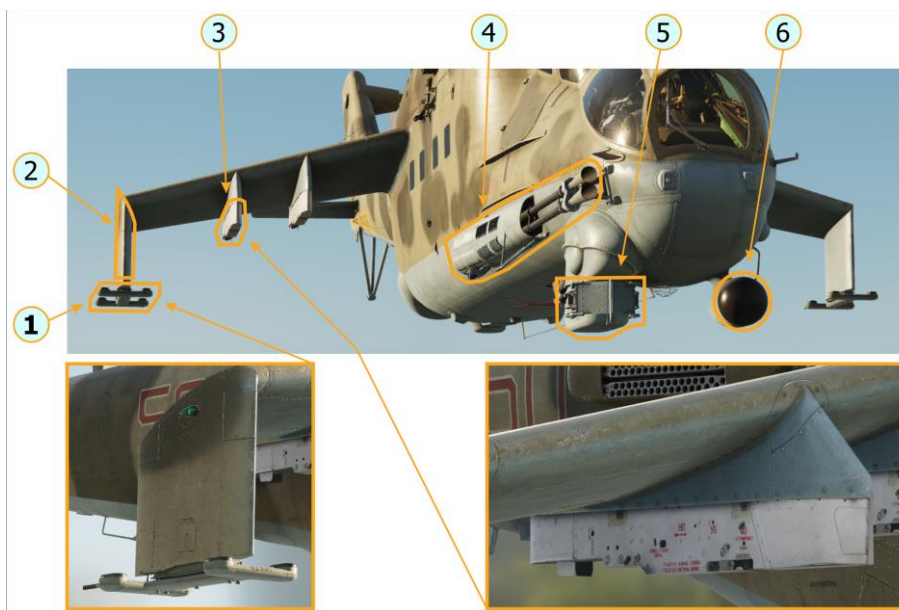

Рис. 4.1. Наружные элементы системы вооружения вертолета
- балочные держатели БДЗ-57Кр-ВМ (4 шт), Рис. 4.1;